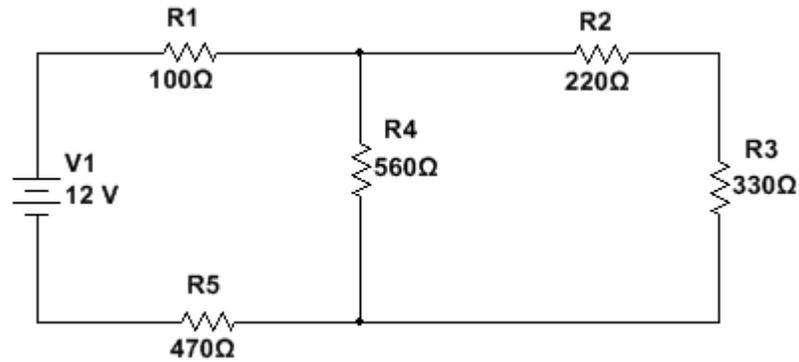
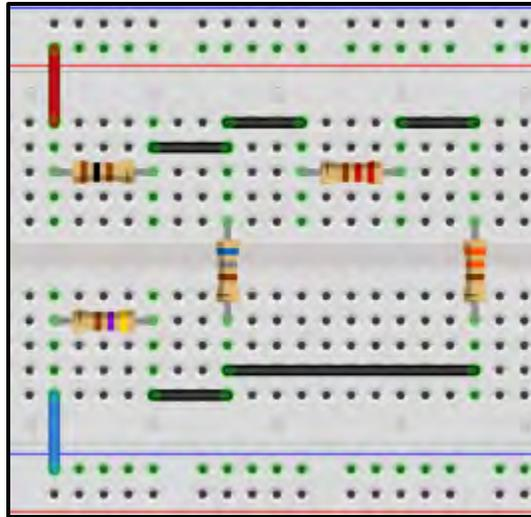

Figura 1.11. Circuito con Resistores
Figura 1.12. Aspecto del circuito 1 sobre una protoboard.
1. Mida con el multímetro en el rango adecuado los valores de los resistores propuestos en la figura 1.11. **En este experimento no se debe energizar el circuito.**
2. Arme el circuito de la figura 1.11. Una forma en que el circuito quede conectado en la protoboard se muestra en la figura 1.12 (identifique al resistor de acuerdo al código de colores).